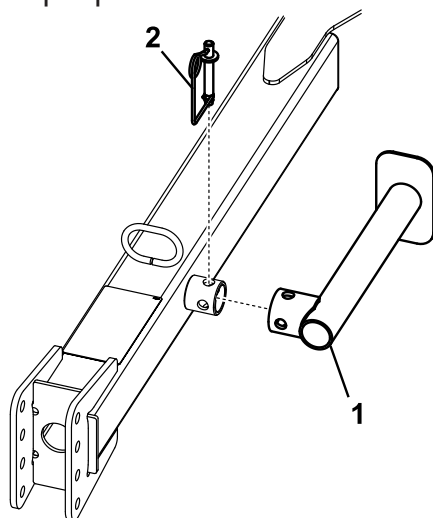

Figura 9
3. Remova o pino de mola, baixe o macaco e instale o pino de mola (Figura 9).